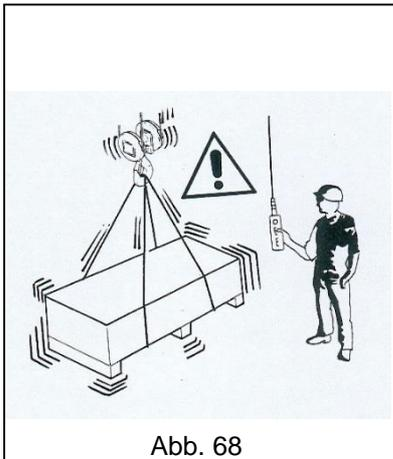

Abb. 68
- **STETS** die verschiedenen Bewegungen so aktivieren, dass eine schnell aufeinanderfolgende Eingabe von Steuerbefehlen möglichst vermieden wird (Abb. 68).